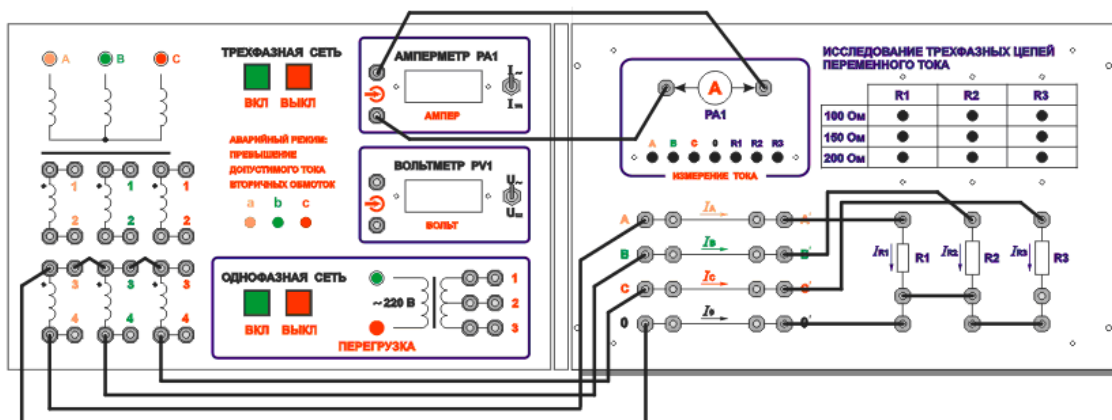

Рис. 2
2. Собрать электрическую цепь звездой по монтажной схеме, приведенной на рис. 2. Изменяя сопротивление переменных резисторов в фазах электрической цепи, измерить амперметром  $PA1$  значения линейных токов  $I_L$ , а также вольтметром  $PV1$  значения фазных  $U_{\phi}$  и линейных  $U_L$  напряжений, записав полученные значения в таблицу 1 для различных режимов работы цепи: